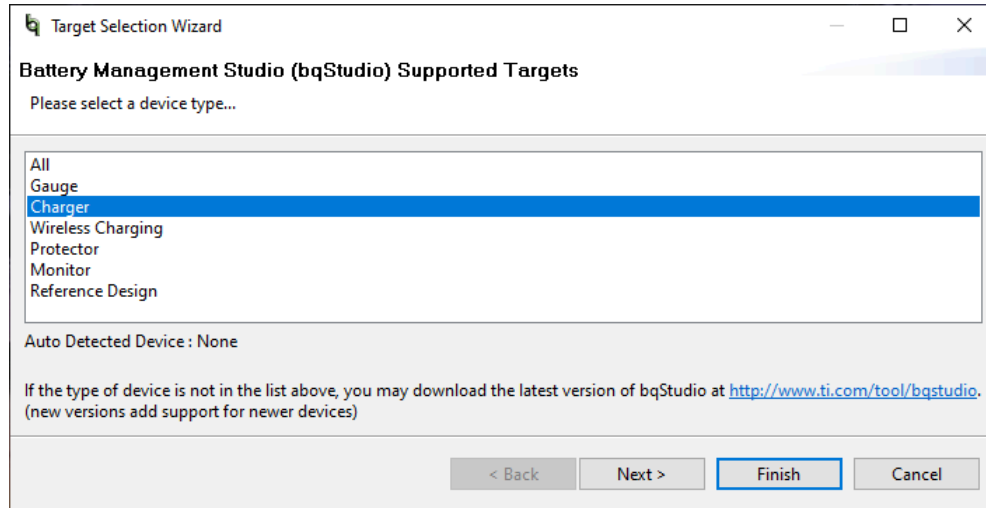

图 3-1. BQStudio 器件类型选择窗口
1. 在连接到 EV2400 接口板的计算机上，启动 Battery Management Studio (BQStudio)。如图 3-1 所示选择“Charger”。